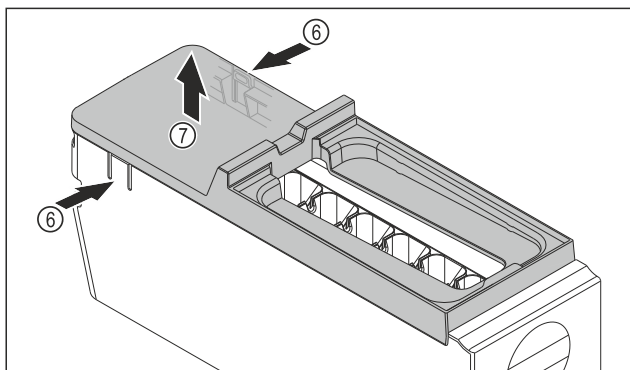

Fig. 79
- ▶ Зняти кришку з корпусу EasyTwist-Ice: натиснути однією рукою на накладки Fig. 79 (6) з обох боків корпусу EasyTwist-Ice.
- ▶ Зняти кришку Fig. 79 (7), потягнувши її вгору іншою рукою.